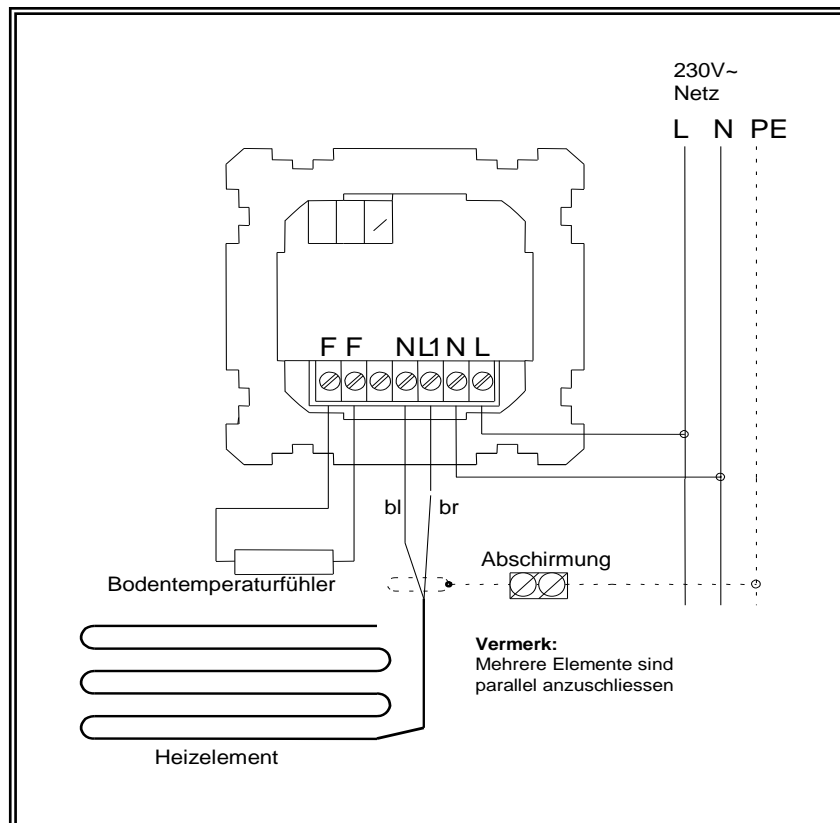

Abb. 8
- ✓ Verbinden Sie die Anschlussleitungen der Heizmatte mit dem Thermostaten, gemäss Schemas des Reglerherstellers (Abb.8) und kennzeichnen Sie sorgfältig die Leiter.